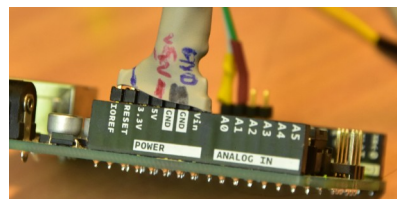

Figure 16: Sens branchement module radio
- Brancher le module Radio (fig 16)